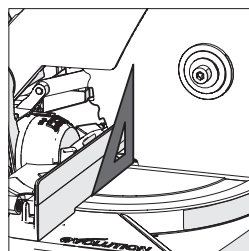

Fig. 9
- Coloque la escuadra sobre la mesa con uno de los lados cortos contra la base de la mesa y el otro contra la hoja de sierra (evitando las puntas de carburo de tungsteno de los dientes de la hoja de sierra) (Fig. 9).